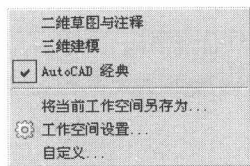

图 1-6 按钮菜单
(3) 单击状态栏上的【切换工作空间】按钮，从弹出的菜单中选择所需工作空间，如图 1-6 所示。